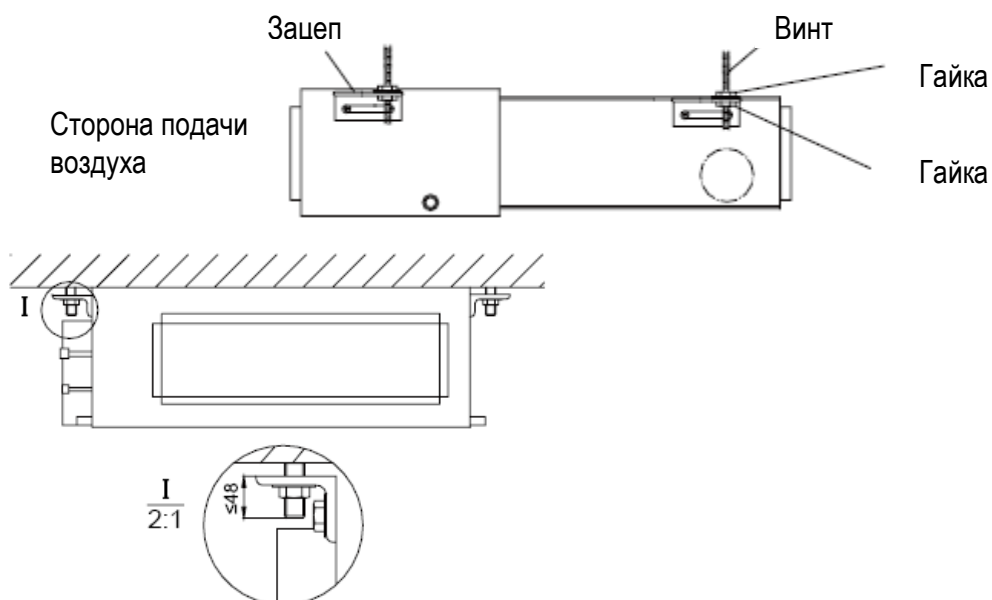

Рис. 6
- (3) Зафиксировать внутренний блок на потолке - см. рис. 6.